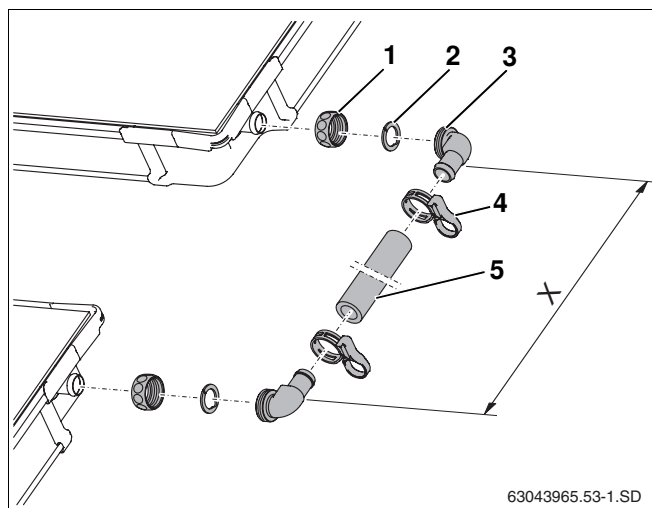

Fig. 60 Kit de raccordement entre deux rangées de capteurs
- ▶ Glissez l'écrou-raccord (fig. 60, **pos. 1**) sur les raccordements des capteurs.
- ▶ Poser la rondelle de serrage (fig. 60, **pos. 2**) derrière le renflement du raccordement de capteur et presser l'un contre l'autre.
- ▶ Appuyer l'embut coudé avec joint torique (fig. 60, **pos. 3**) contre le raccordement, positionner et visser avec l'écrou-raccord.
- ▶ Mesurer l'écartement entre les embouts coudés (dimension X) sur les capteurs montés et découper le tube solaire (fig. 60, **pos. 5**) en conséquence.
- ▶ Insérer le tube solaire sur les embouts coudés et fixer avec les brides du compensateur (fig. 60, **pos. 4**).